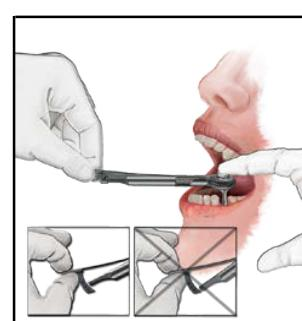

図1
- トルク・アームの先端を把持し(図1)、ヘッド部に印字されている“IN”または“OUT”的方向に回転させ、スクリューにトルクをかける。トルクの範囲は、0Nm～35Nm。
- トルク・アームの先端を把持し(図1)、“IN”または“OUT”的方向へトルクアームを押してラチェットレンチを回転させ、90Nmを超えない範囲のトルクでインプラントを埋入する。